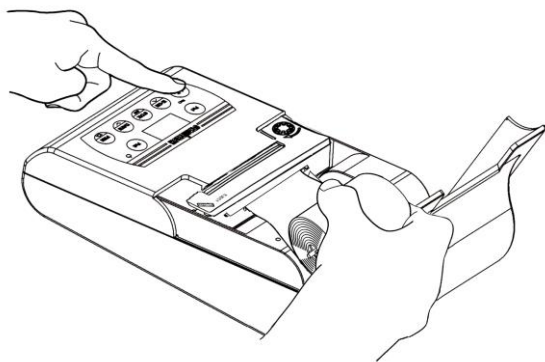
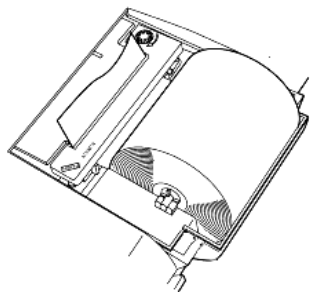

图 4
图 5
4、将打印纸插入打印机进纸口，按住走纸键 ，使打印纸从出纸口伸出。如图 4、图 5。